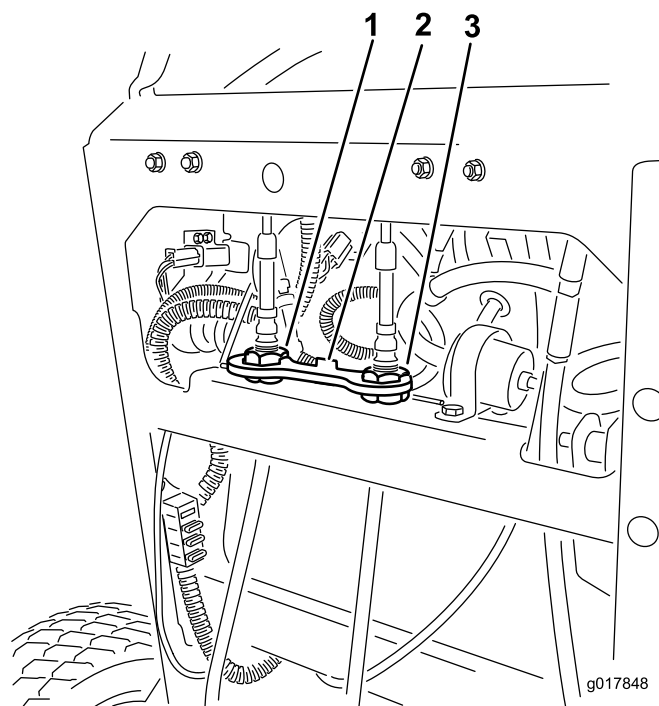

Figure 55
4. Soulevez et retirez la retenue de câble qui fixe les écrous de réglage du câble (Figure 55).
5. Tournez le dispositif de réglage du câble droit pour placer la commande de déplacement droite au centre de la fente de verrouillage au point mort sur le panneau de commande (Figure 55).
10. Placez la retenue de câble sur les écrous de réglage de câble pour fixer le réglage (Figure 55).